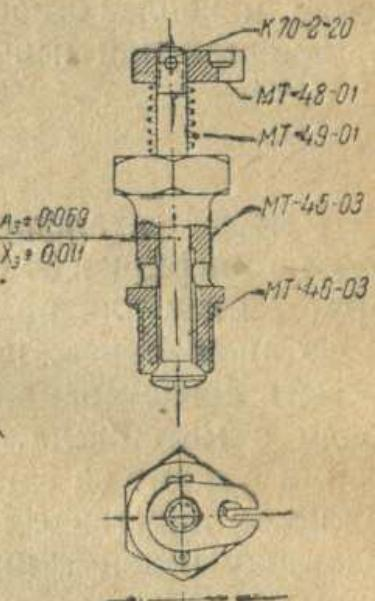

Рис. 51.
2. Введен новый декомпрессор (рис. 51); существенное отличие от старого (рис. 8) заключается в изменении корпуса (деталь МТ-45-03), у которого отверстие для выхода газа поднято выше резьбы.